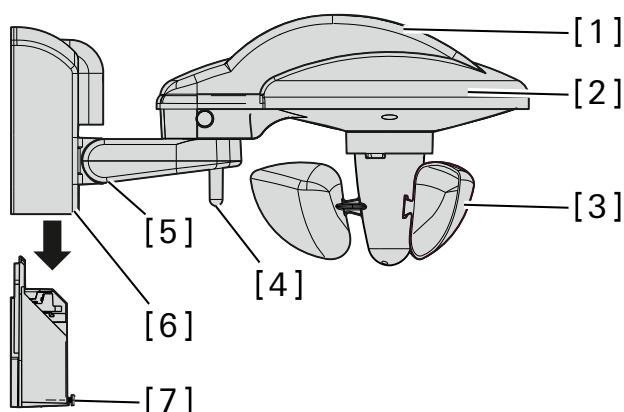

Bild 1: Sensorer
### Sensorer Bild 1
1. Montera inte vindsensorn Bild 1 i lä.